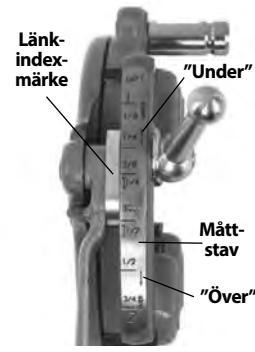

Figur 8 – Sätta in gängbackar
4. Lyft brickans tunga ut ur spåret i måttstaven. Flytta brickan till spårets ände (Figur 8).
Indikatorlinjen är i linje med gä nghuvudets kant (se Figur 8). Siffrorna på gängbackarna måste stämma överens med siffrorna på gängbackarnas platser. Byt alltid samtliga backar – blanda inte backar från olika satser.
6. Sätt in lämpliga backar i gä nghuvudet, med den numrerade kanten uppåt tills indikatorlinjen är i linje med gä nghuvudets kant (see Figur 8). Siffrorna på gängbackarna måste stämma överens med siffrorna på gängbackarnas platser. Byt alltid samtliga backar – blanda inte backar från olika satser.